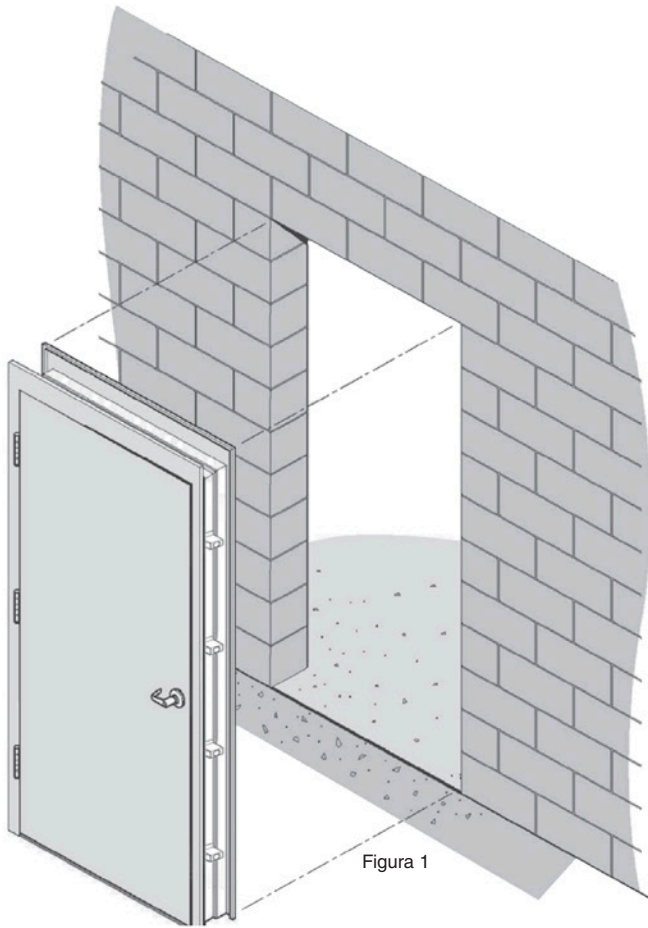

Figura 1
- 2.** Desembale la puerta, coloque la puerta en su lugar dentro de la pared como se desee. Es posible que se necesite un soporte temporal para ayudar a mantener la puerta en su lugar. (Figura 1)